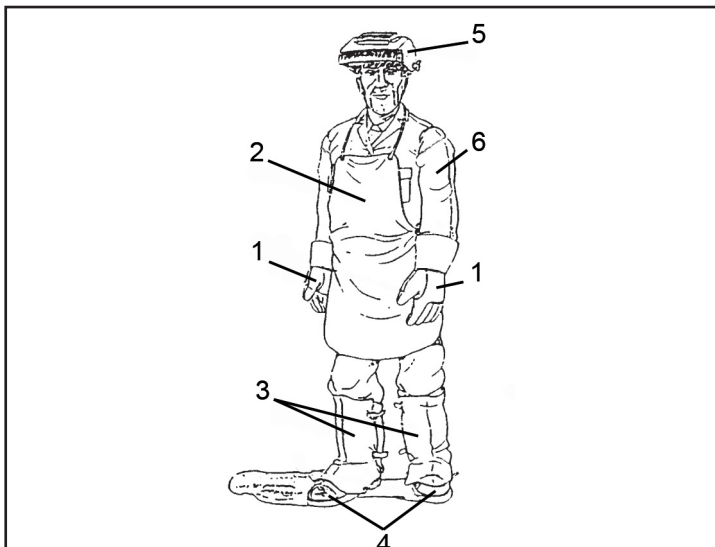

Abb. 1
- Die Bediener und ihre Gehilfen müssen ihren Körper durch Tragen von geschlossenen und nicht brennbaren Schutzanzügen ohne Taschen oder Umschläge schützen. Etwaige Öl- bzw. Fettsuren müssen von jeder Kleidung vor dem Anziehen entfernt werden. Nur Kleidung mit CE-Kennzeichnung und Eignung für das Lichtbogenschweißen (Abb. 1) tragen: